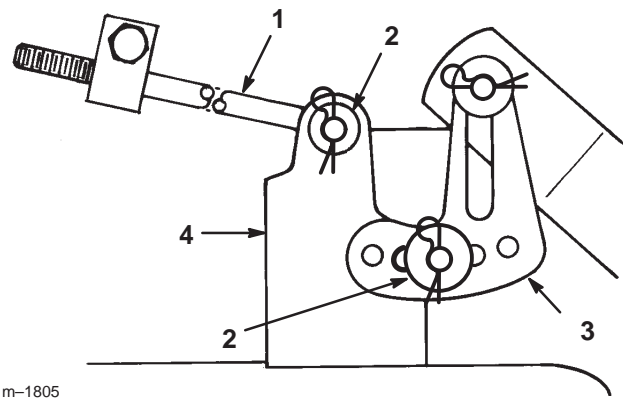

Figure 42
7. Glissez l'extrémité de la longue tige dans le trou du support du plateau (Fig. 42) et fixez-la au moyen de la rondelle et de la goupille fendue. Répétez la procédure de l'autre côté du plateau de coupe.
8. Montez la patte de mise à niveau du plateau de coupe sur l'axe du bras de hauteur de coupe (Fig. 42) et fixez le plateau de coupe au moyen de la rondelle et de la goupille fendue. Répétez la procédure de l'autre côté du plateau de coupe.